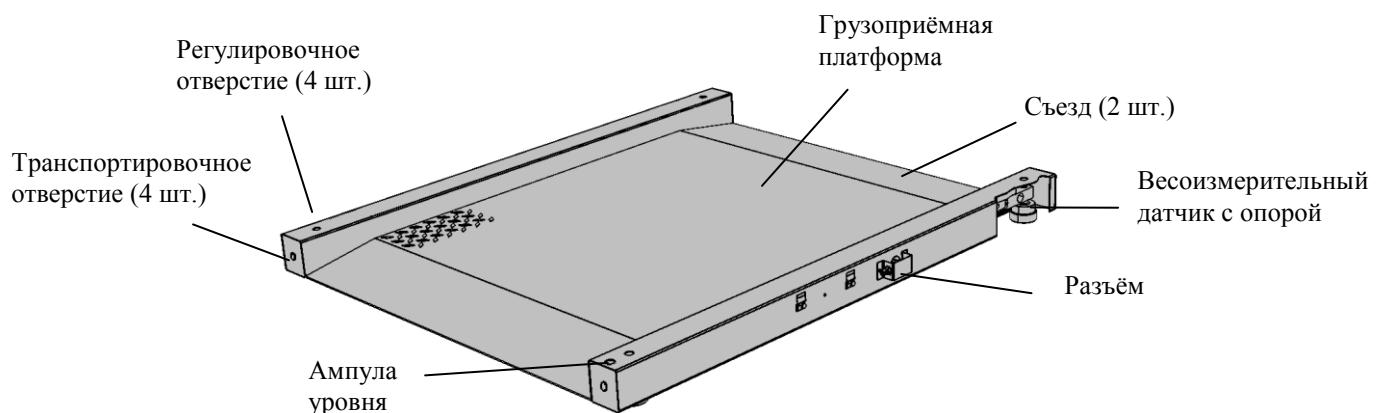

Рис. 5.1 - Модуль взвешивающий 4D-LM
- 5.1.1 Модуль взвешивающий представляет собой единую конструкцию из рамы и грузоприёмной платформы с двумя съездами. В состав модуля входят четыре цифровых весоизмерительных датчика с опорами (Рис. 5.1).